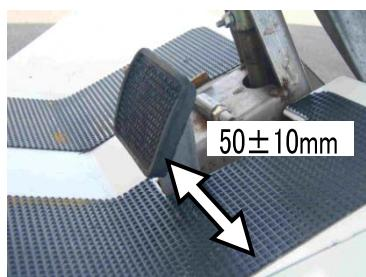

図1
①図1を参考にクラッチブレーキペダルをロックレバーでロックした状態から、ロックレバーを解除し、ゆっくりとクラッチをつないでいきます。
②本機が動き始めたときのペダル位置が、ロックした状態から $50\pm10\text{mm}$ 位置でつながるのが標準です。<図1参照>